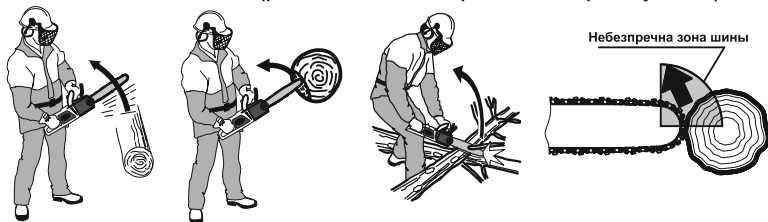

Рисунок 2. Приклади появи небезпеки «віддачі» виробу.
- постійно контролювати положення кінцівки «шини», запобігати віддачі. Віддача ланцюгової пили виникає у вигляді несподіваного ривка виробу із працюючим різальним блоком у бік користувача (рис. 2). Віддача є наслідком зіткнення різальної частини працюючого ланцюга із твердою перешкодою, наприклад, стовбуром дерева під час спилювання суків, або з іншим суком. Також ривок інструменту може виникнути у наслідок застиснення верхньої частини ланцюга (ривок пили назад на користувача), або його нижньої частини (ривок пили вперед від користувача).